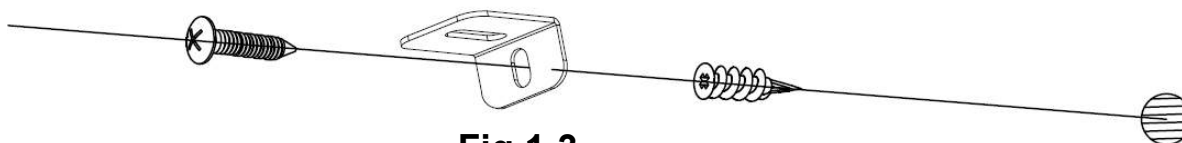

Fig 1-3
C. Installez l'ancrage en plastique (**C**) dans le mur sec, puis installez la vis la plus longue (**B**) (fournie) à travers le trou du support en L dans l'ancrage pour fixer le foyer au mur. (**Fig 1-3**)